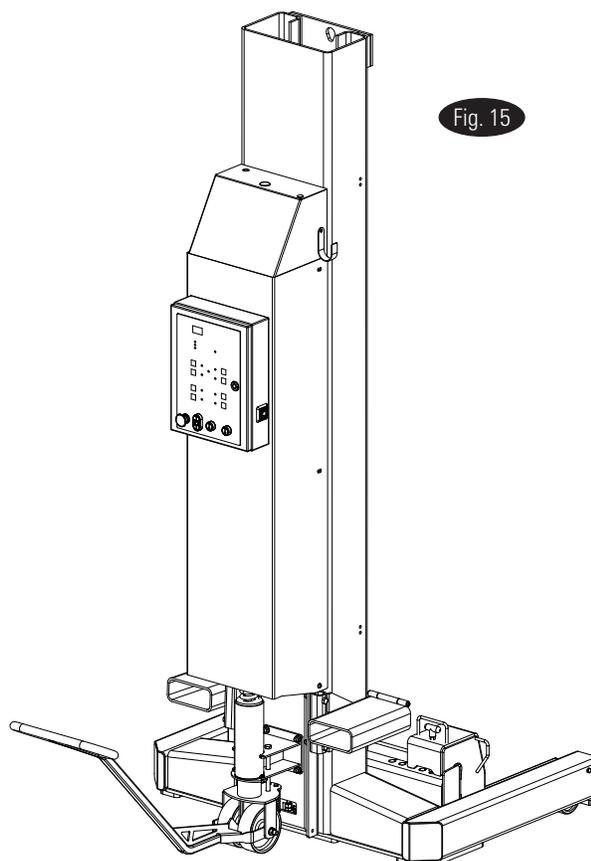

Fig. 15
- e.) Pour déplacer la colonne assurez-vous que la colonne n'est pas chargée et faites pivoter la poignée vers le bas, en libérant le blocage de roue, et poussez ou tirez sur la poignée ou la colonne tout en dirigeant avec la poignée, Fig. 15.